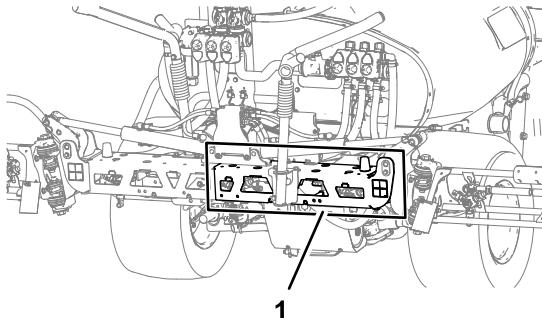

Figure 139
1. Repérez le cadre en treillis droit de la section de pulvérisation centrale (Figure 139).